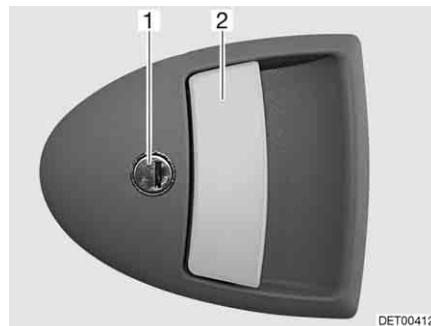

Fig. 45 Cerradura de la puerta de entrada, en el exterior
Abrir: ■ Introducir la llave en el cilindro de cierre (Fig. 45,1) y girarla hasta que esté desbloqueada la cerradura de la puerta.
■ Tirar del tirador de la puerta (Fig. 45,2). La puerta está abierta.
Bloquear: ■ Introducir la llave en el cilindro de cierre (Fig. 45,1) y girarla hasta que esté bloqueada la cerradura de la puerta.